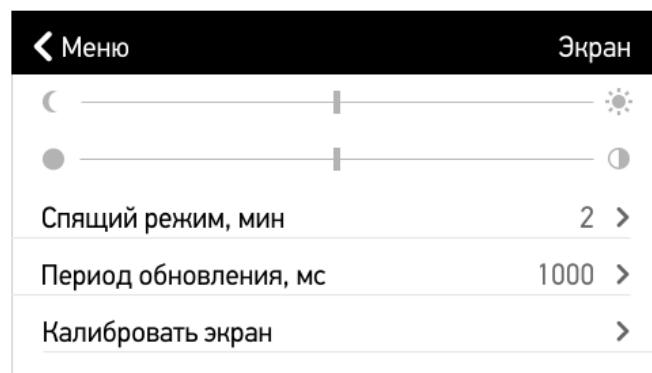

Рисунок 5.25. Меню «Экран».
- «**Экран**» (рисунок 5.25) позволяет изменять следующие настройки: